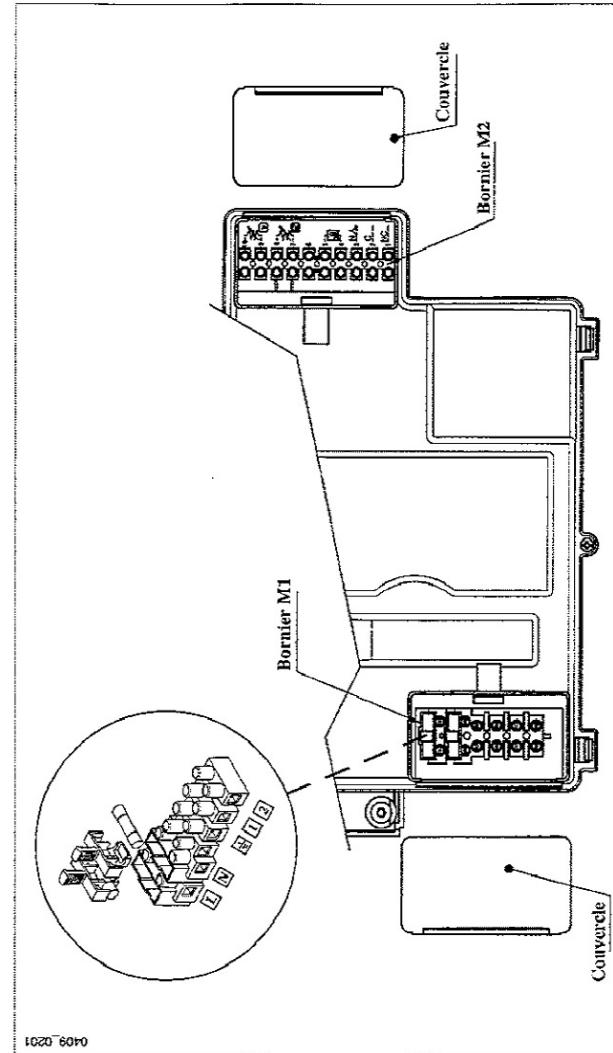

Figure 12
15.1 Description des connexions Tourner vers le bas le boîtier de commande et accéder aux borniers M1 et M2 destinés aux connexions électriques vers la chaudière élevant les deux couvercles de protection (voir figure 12).
La contact relatif à la demande de fonctionnement des différentes zones doit être relié en parallèle et connecté à la borne 1-2 "TA" du bornier M1, figure 12. Éliminer le pontage. Choisir la température de chauffage directement sur le panneau de commande de la chaudière en tournant le bouton 6, figure 1.
Le contact relatif à la demande de fonctionnement des zones non contrôlées par le QAA73 doit être relié en parallèle et connecté aux bornes 1-2 "TA" du bornier M1, figure 12. Éliminer le pontage. La zone contrôlée par le QAA73 est gérée par l'électrovanne de la zone 1, comme le montre la figure 15.